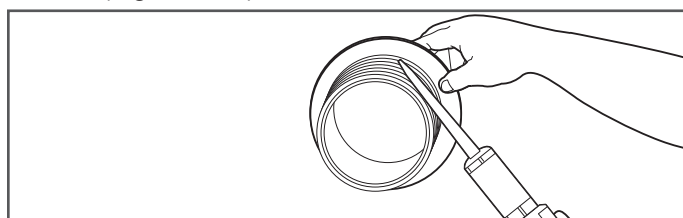

Figure 23-6
4. Appliquez une généreuse quantité de liant n° UGF-EPB-50 sur la surface ondulée du raccord d'entrée. Assurez-vous qu'il y a assez de liant pour couvrir toute la surface (Figure 23-6).